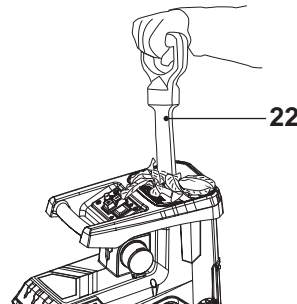

Fig. 12
3. Utilice el émbolo (22) para empujar el material en el embudo de alimentación (2) hacia la cuchilla si es necesario (Fig. 12).